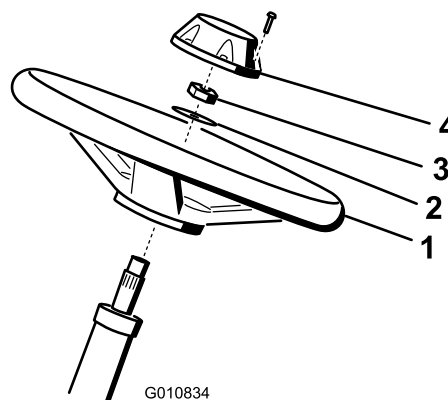

Bild 4
1. Schieben Sie das Lenkrad auf die Lenkwelle (Bild 4).
2. Schieben Sie die Scheibe auf die Lenkwelle (Bild 4).
3. Befestigen Sie das Lenkrad mit einer Klemmmutter und ziehen es auf 27-35 N·m an (Bild 4).
4. Montieren Sie den Deckel mit der Schraube am Lenkrad (Bild 4).